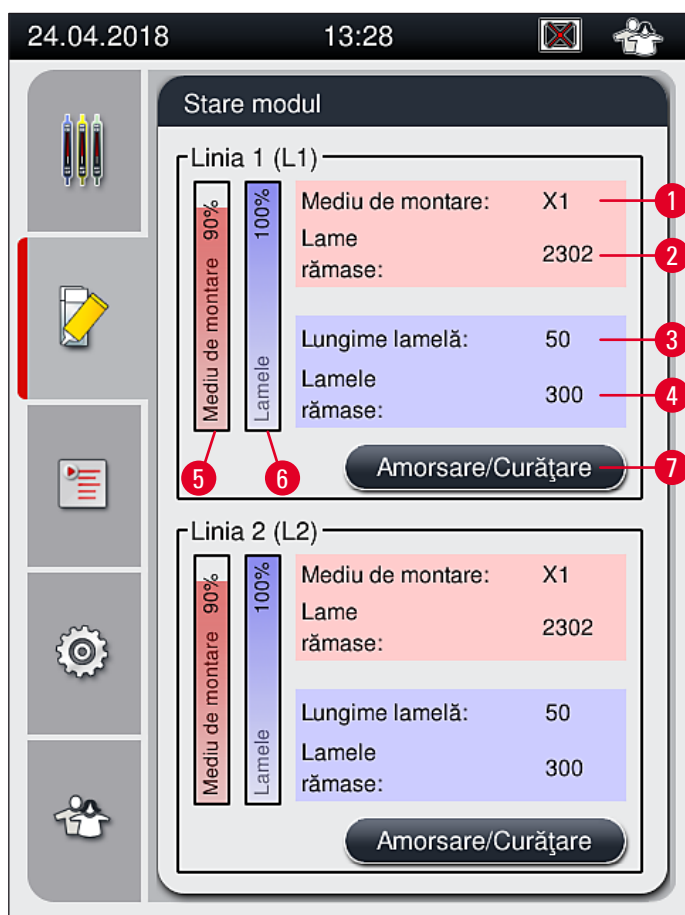

Fig. 49
- Meniul **Stare modul** (→ Fig. 49) îi furnizează utilizatorului prin HistoCore SPECTRA CV o prezentare generală a consumabilelor utilizate (mediu de montare (→ Fig. 49-1) și lamele (→ Fig. 49-3)), precum și a nivelelor de umplere (→ Fig. 49-5) (→ Fig. 49-6) și a cantităților rămase (→ Fig. 49-2) (→ Fig. 49-4) pentru ambele linii de lamele.